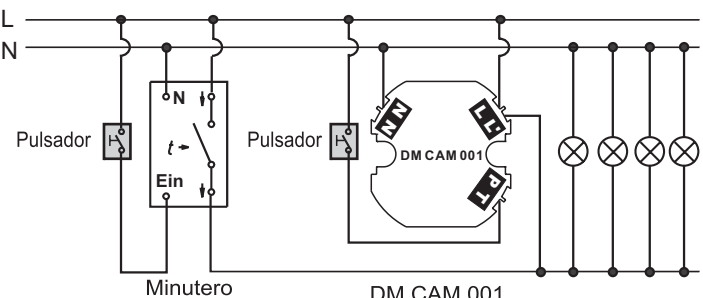

FIG.9
4. Instalación conectado a un minuter de escalera. FIG 9.